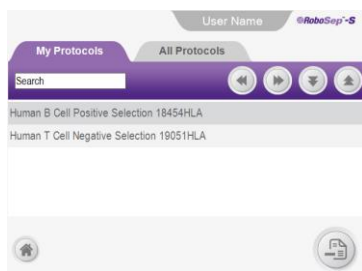

図 15. Protocols 画面: この例では、My Protocols タブが選択されています。
RoboSep™-S は、細胞分離プロトコルを Protocols 画面の 2 つのタブにまとめています (図15)。
2. Home 画面で  [Protocols] を選択します。Protocols 画面が表示されます (図 15)。